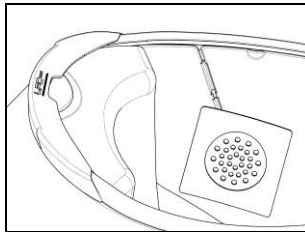

Fig. 23
- Posizionare l'altoparlante destro nella sua sede, inserendo il cavo nell'apposita scanalatura (Fig. 23). Se necessario, fissare l'auricolare utilizzando l'adesivo fornito in dotazione.